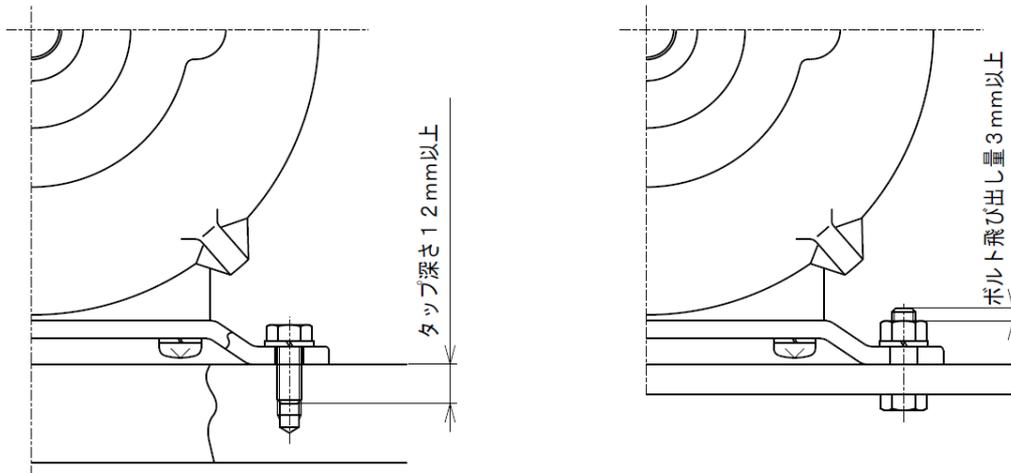

図2：固定方法
- (2) ボルト&ナットで固定する場合は、図2のようにナット側にボルトの先端が3mm程度出る長さのボルトを使用してください。又、ベース面にタップ穴加工をして取付ける場合、図2のようにタップ深さは12mm以上必要です。